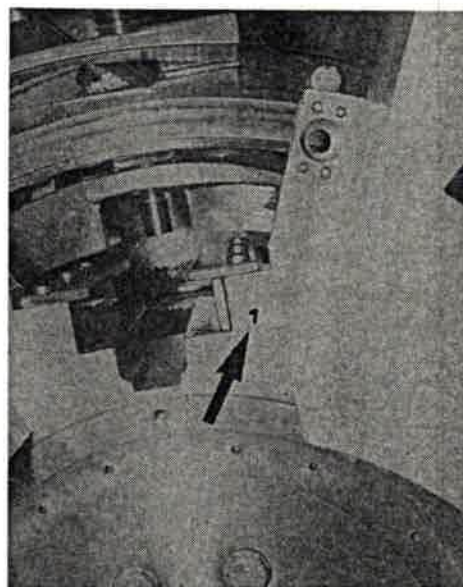

Bild 253
9. Entsprechende Zelle mit der gleichen Kennzeichnungsnummer wie die Aufnahme des Revolvertisches vor der Kalibrierstation (Bild 253/Pfeil) in die Aufnahme einsetzen.